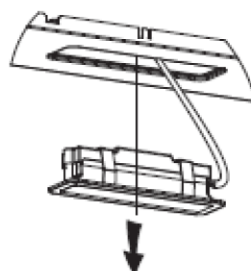

Fig. 4
- Metodo 1. Con un attrezzo o con le dita, premere verso l'interno la linguetta a molla presente su entrambi i lati della lampada LED, finché la lampada non fuoriesce (vedere Fig. 3). Quindi tirare leggermente il filo di collegamento della luce (vedere Fig. 4).
- Metodo 2. Utilizzare un cacciavite a taglio per sollevare il bordo inferiore della lampada LED (vedere Fig. 5), quindi estrarre leggermente il filo di collegamento della luce (vedere Fig. 4).